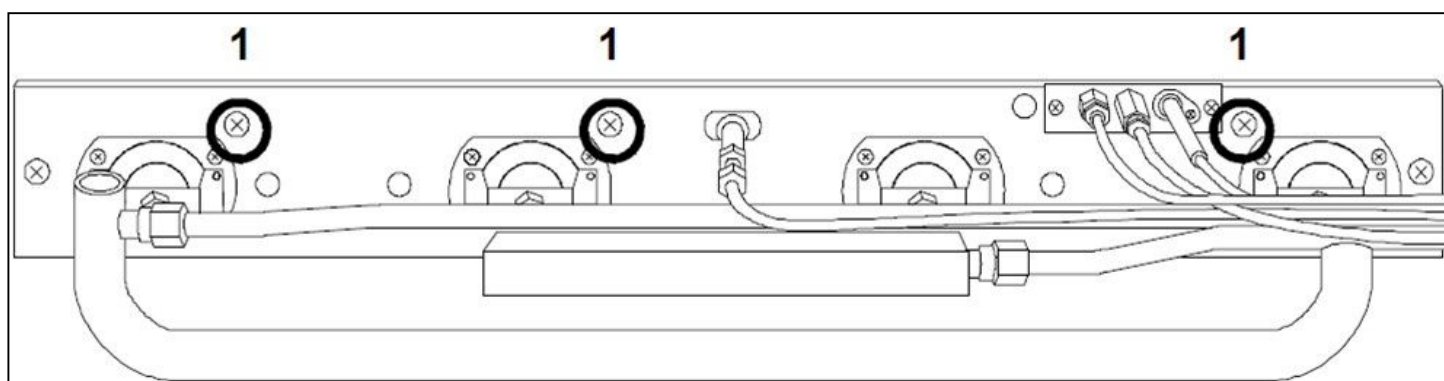

FIG.17
- Svitare le 3 viti di fissaggio dei supporti del bruciatore (FIG.17-Rif.1);